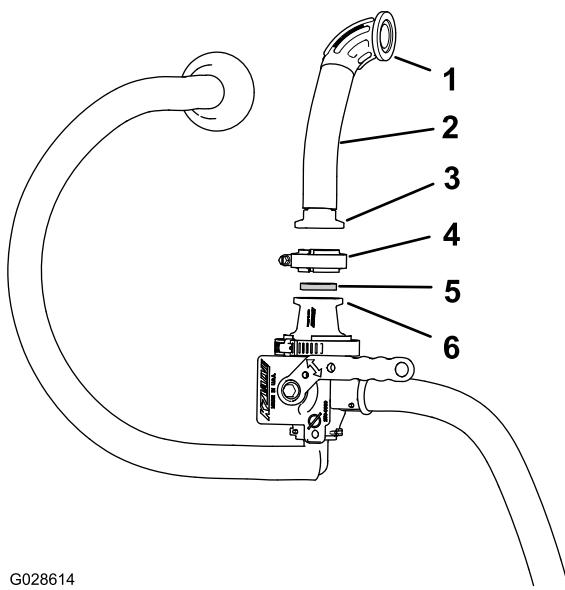

Figure 20
7. Alignez le joint et le raccord à bride droit du nouveau flexible d'entrée et la bride de l'adaptateur au sommet de la vanne de mélange (Figure 20).
8. Fixez le raccord à bride droit à la vanne à l'aide d'un collier à bride (Figure 20).